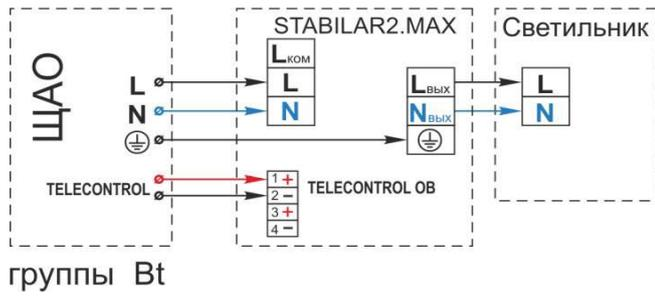

Рис.2
**Непостоянный режим** – световой прибор находится в отключенном состоянии все время до момента возникновения аварийной ситуации. В этом случае использование светильника в составе рабочей части осветительной установки не предполагается. Вход БАП подключается к группе Vt ЩАО. рис.2 и рис.2а
Рис.2а